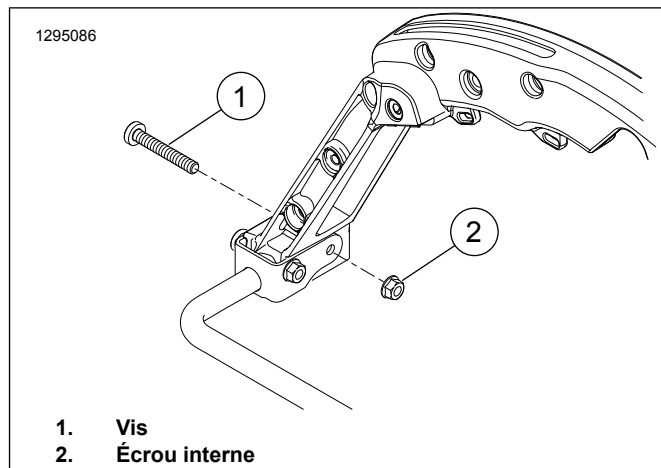

Figure 6. Retrait des vis de OE
- a. Déposer les vis (1).
- b. Débranchez et retirez l'ensemble feu arrière et lentille (2).
- c. Remarquez l'emplacement des connecteurs à la base des feux arrière (4) afin de faciliter l'installation.
- e. Retirez la vis (3) et la base du feu arrière.
- c. Voir Figure 6 . Retirez l'écrou intérieur droit (2). Enlevez la vis (1).